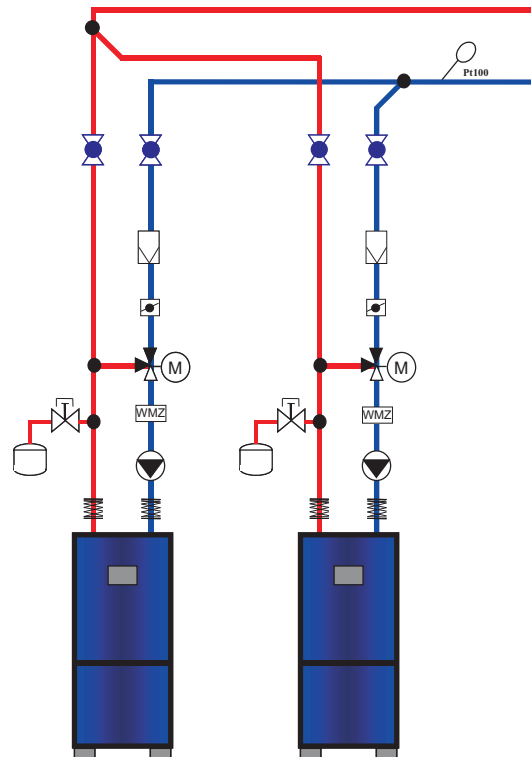

Рис. 10 Схема гидравлических подключений
- Элементы конструкции и точки измерений при подключении системы отопления заказчика располагать в соответствии с технологической схемой периферийного подключения модуля (рис.10).